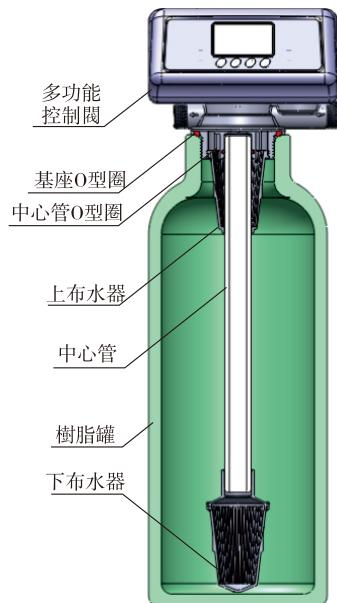

图1-1
- a、按图1-1所示，选取相应尺寸的中心管，把中心管与下布水器用胶封固。放入罐体底部，将超过罐口部分的中心管截断并外部倒圆。